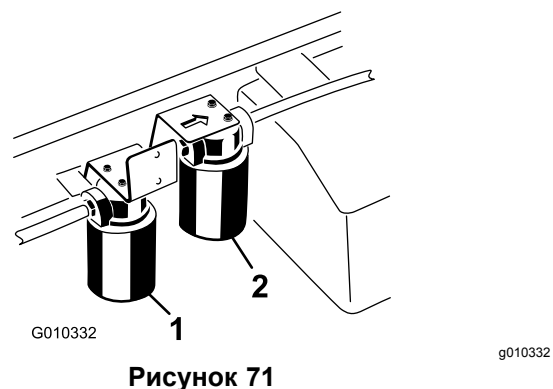

Рисунок 71
5. Поместите поддон под фильтр, а затем снимите фильтр (Рисунок 71).
4. Очистите зону вокруг места крепления фильтра повышенной пропускной способности (Рисунок 71).